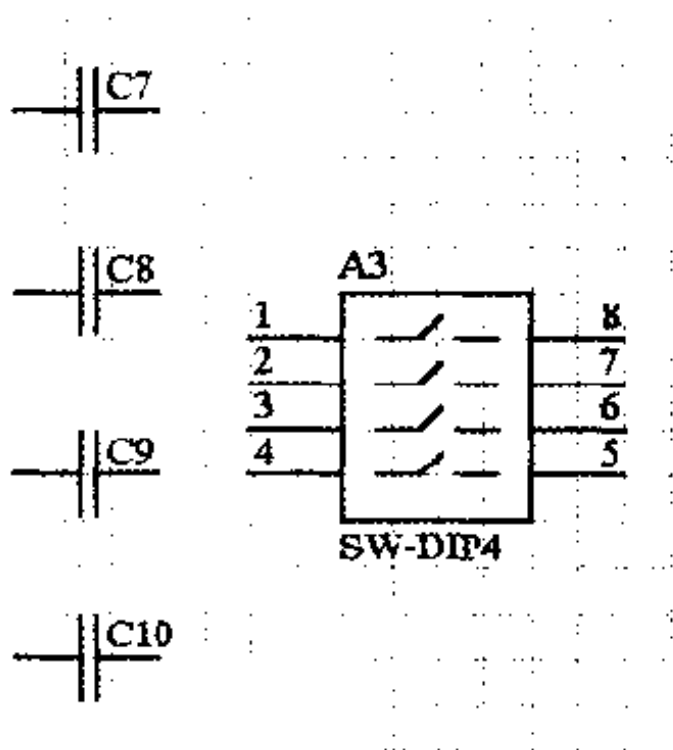

图 2-36 要进行连接的几个元件
(1) 在主工具栏中单击若干次  按钮,将图纸放大,并拖动工作窗口下边和右边的滚动条上的滑块,调整工作窗口的显示范围,将要连接的几个元件放在窗口中央显示,如图 2-36 所示。